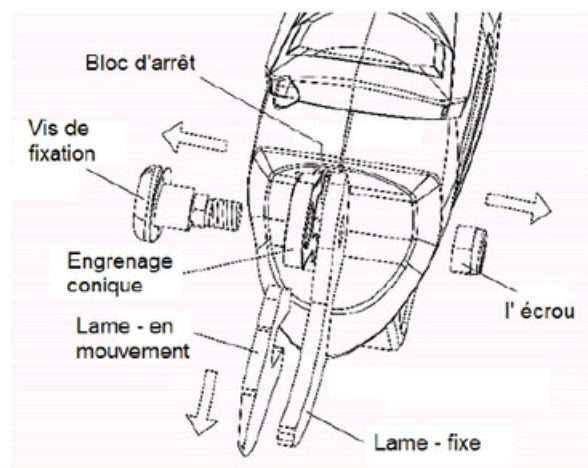

Fig. 4b
- Libérez les lames en retirant la vis de fixation et l'écrou. (Fig. 4b)